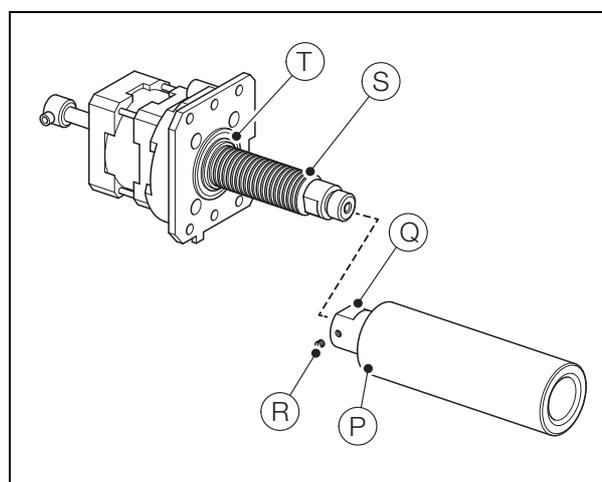

Fig. 13.15 Smontaggio e rimontaggio del pistone
8. Con riferimento a Fig. 13.15:
- a. Estrarre il tubo campione (P) dal gruppo pistone (Q). Scartare il tubo campione.
- b. Allentare la vite di tenuta (R), svitare il gruppo pistone (Q) dal relativo albero (S) e gettare via il gruppo pistone.
- c. Rimuovere l'O-ring (T) dalla base della piastra di montaggio del motore e scartarlo.
- d. Inserire il nuovo O-ring (T) accertandosi che sia posizionato correttamente nella scanalatura sulla base della piastra di montaggio del motore.
- e. Avvitare il nuovo gruppo pistone (Q) e il tubo campione (P) sul relativo albero (S) e stringere la vite di tenuta (R).
- f. Far scorrere il tubo campione (P) fino a toccare l'O-ring (T).